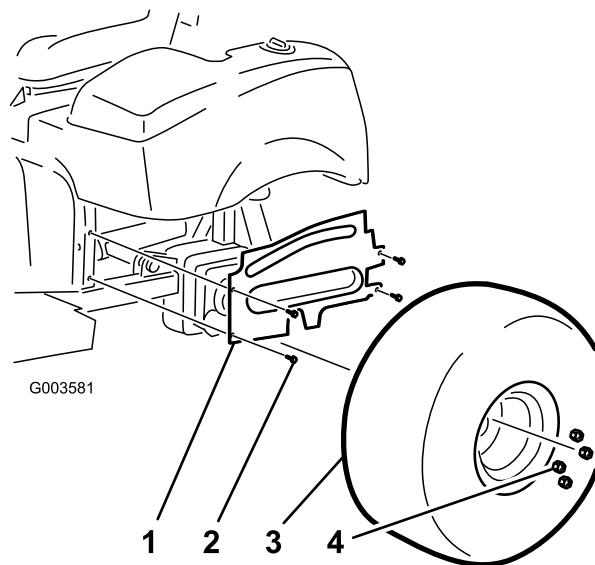

図 4
4. 左ホイール用のシュラウドをフレームに固定しているフランジヘッドねじ4本を外す 図 4。シュラウドを外して保管する。